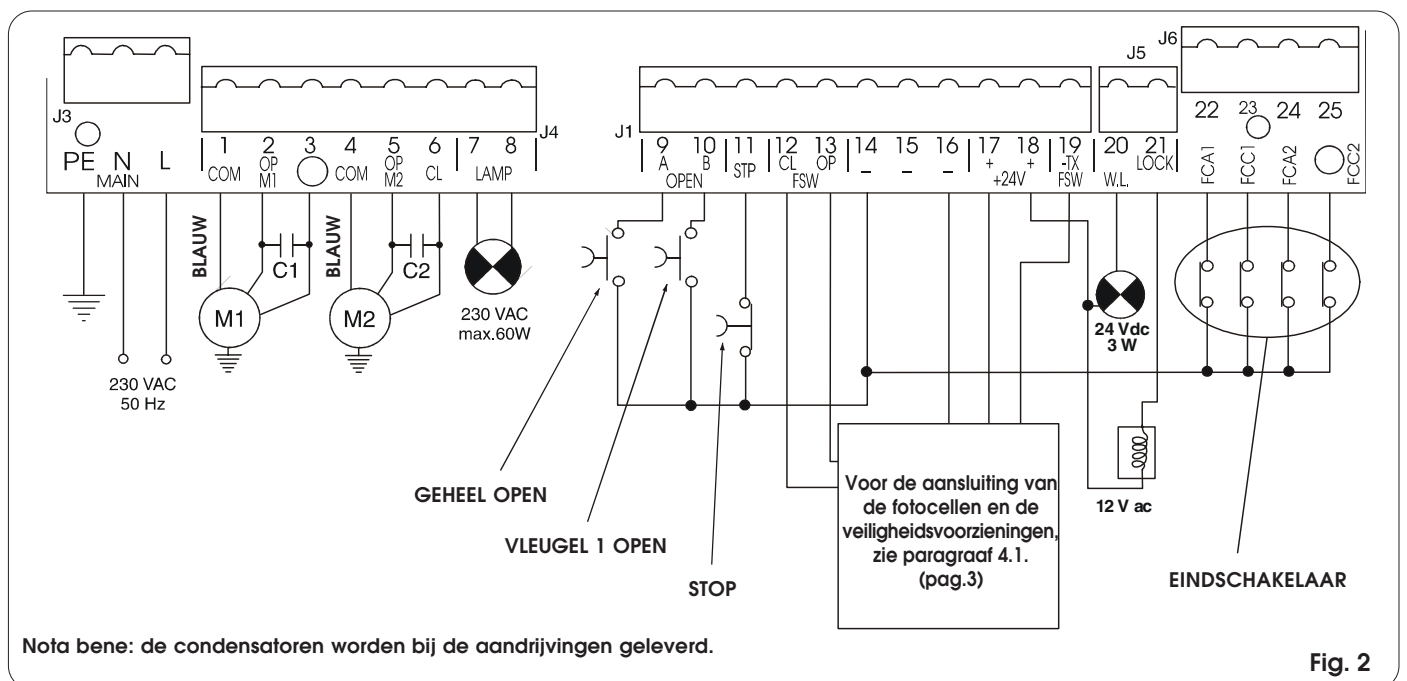

Fig. 2
- Sluit de aardkabel aan op de daarvoor bestemde klem op de connector J3 van de apparatuur (zie fig. 2).
4.2. KLEMMENBORD J3 - VOEDING (FIG. 2)
4.3. KLEMMENBORD J4 - MOTOREN EN WAARSCHUWINGSLAMP (FIG. 2)
4.4. KLEMMENBORD J1 - ACCESSOIRES (FIG. 2)
4.5. KLEMMENBORD J5 - CONTROLELAMP EN ELEKTROSLOT (FIG. 2)
4.7. KLEMMENBORD J6- EINDSCHAKELAAR EN/OF GATECODER (FIG. 2)